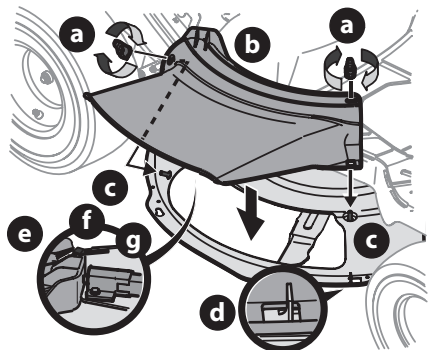

Figure 11
1. Retirez les écrous papillon (a) du plateau de coupe. Gardez-les pour utilisation ultérieure (Figure 11).
2. Installez le déflecteur d'éjection (b) sur l'ouverture du plateau de coupe. Introduisez les goujons (c) sur la surface du plateau de coupe dans les trous sur la partie supérieure du déflecteur d'éjection (b). Introduisez la petite encoche (d) sur le rebord du plateau de coupe dans le trou carré sur la partie inférieure du déflecteur d'éjection (b) (Figure 11).
REMARQUE : Assurez-vous que la partie supérieure arrière du déflecteur d'éjection (b) s'appuie contre l'interrupteur de sécurité (e) situé sur la surface du plateau de coupe. Le moteur ne démarrera pas si le déflecteur d'éjection (b) n'est pas bien installé (Figure 11).
3. Fixez le déflecteur d'éjection (b) en serrant les écrous papillon (a) retirés à l'étape 1 (Figure 11).